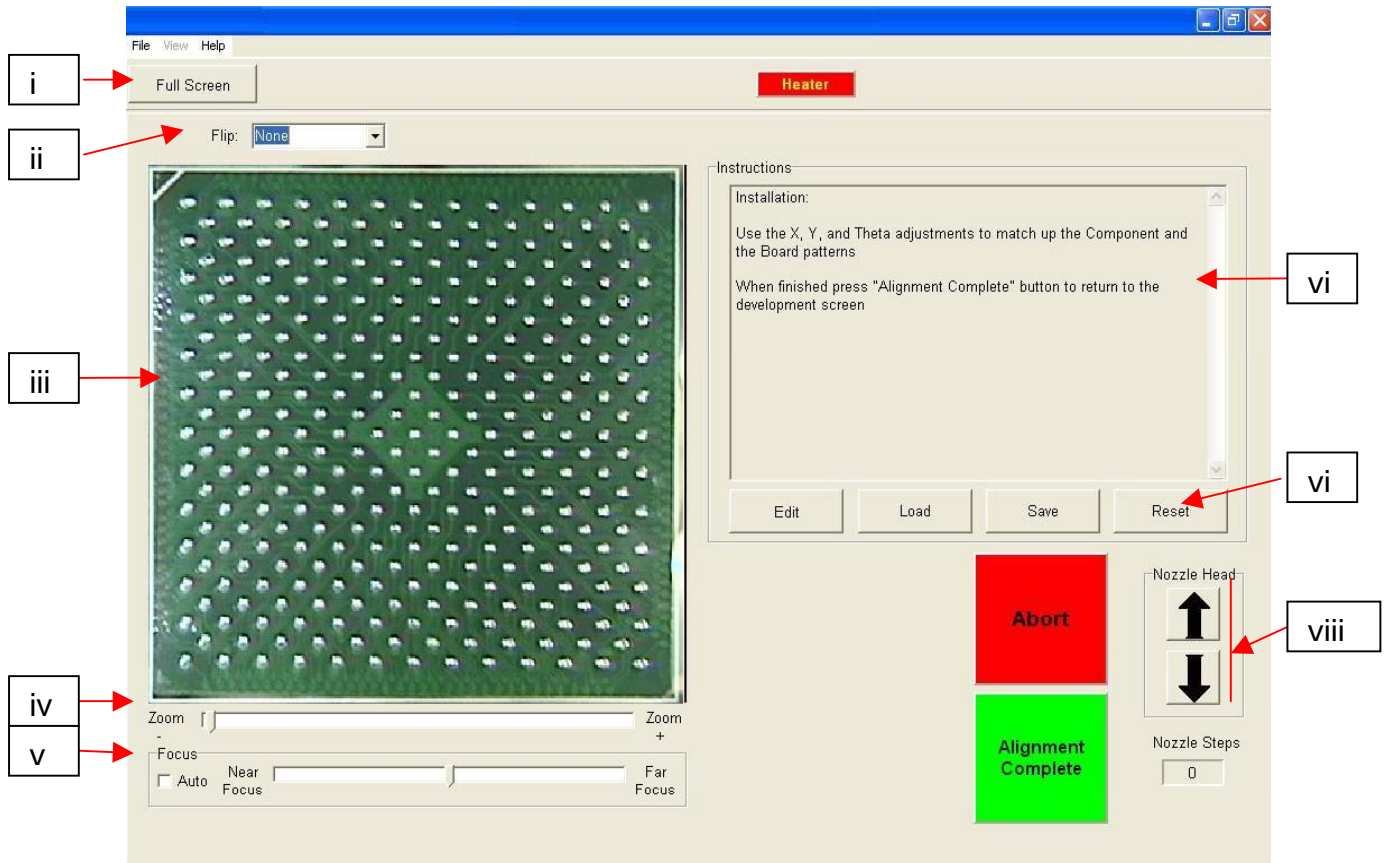

Figura 5
f. Funciones de la pantalla de alineación (Figura 5)